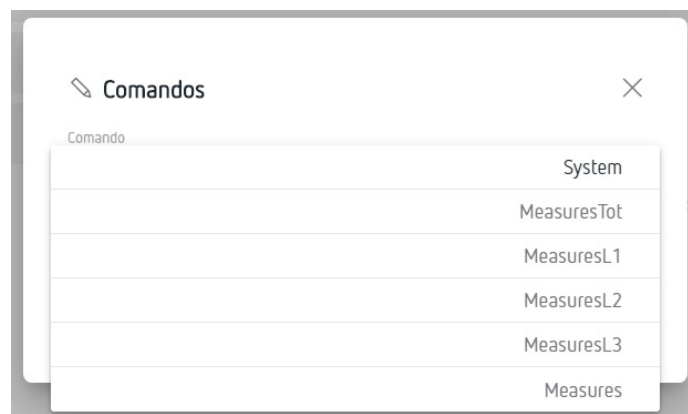

Figura 27: Pantalla Dispositivos: Comandos.
- ✓ Probar la comunicación con un equipo, . Al pulsar sobre el botón aparece la pantalla de la **Figura 27**, donde se selecciona y se envía la solicitud de una posición de memoria del equipo, para comprobar la comunicación.